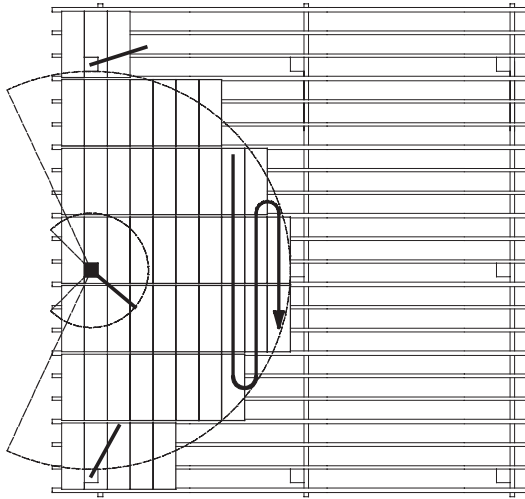

Abbildung 35. Abdeckprozess.
1. Planen Sie den Bereich stets im Voraus und stellen Sie sicher, dass für den ersten SkyReach der geeignetste Platz gewählt wird. Es ist äußerst wichtig, dass der geschützte Bereich fortlaufend abgedeckt wird, angefangen beim SkyReach Anker in der Prioritätenfolge wie in Abbildung 35 gezeigt.